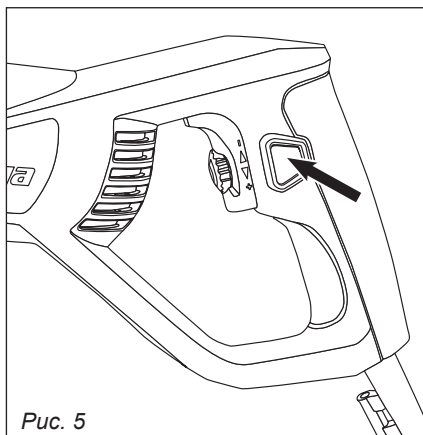

Рис. 5
5.3. Кнопка фиксации выключателя (рис. 5)